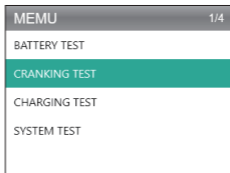

Abbildung 4.3.1
1. Wählen Sie "Anlasstest" und drücken Sie [OK]. (Siehe Abbildung 4.3.1)